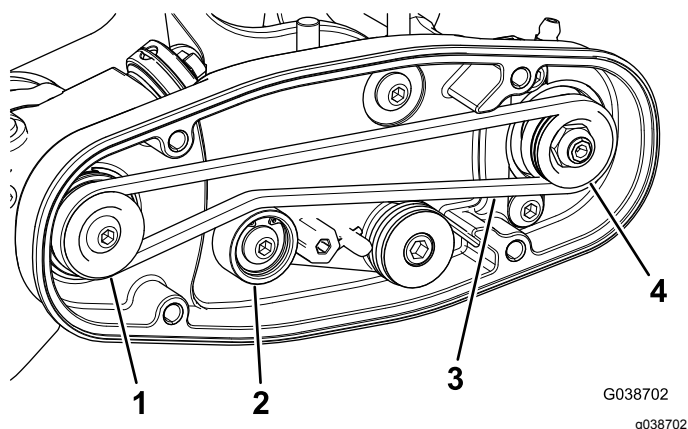

Figura 13
- Passe a correia em redor da polia da **transmissão** e, em seguida, sobre a parte superior da polia intermédia (Figura 13).